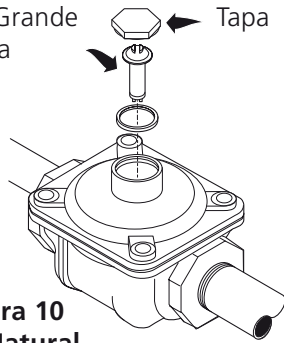

Figura 10
2. Para Convertir el regulador de presión de LP a Gas Natural, proceda de la siguiente manera (vea figura 10)